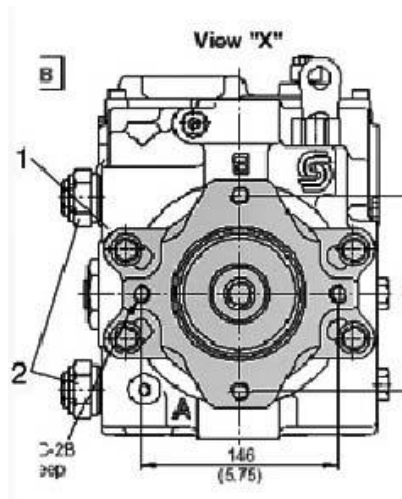

Рис. 4-6
(1) Откройте задний капот двигателя и найдите блок клапанов на приводном насосе (Рис. 4-6).
(2) Крутите гайку против часовой стрелки, чтобы освободить сердечник клапана, закрутите гайку сердечника клапана.
(3) Запустите двигатель на холостом ходу
(4) Буксировка катка (машина может управляться, если система рулевого управления работает исправно).